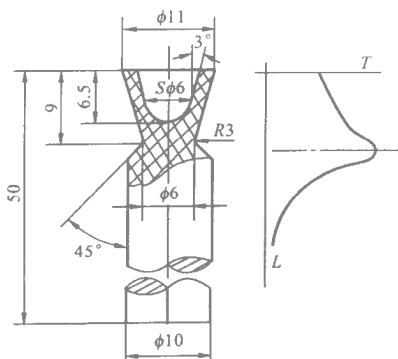

图 1-6 瓶模尺寸与温度分布图
(4) 焊例：①扁铝线规格  $3.2 \times 1.76\text{mm}$ （双根）；瓶模尺寸与温度分布如图 1-6 所示；③工艺参数：焊接功率为  $2.26\text{kVA}$ （电流为  $395 \sim 420\text{A}$ 、电压为  $5.8\text{V}$ ），焊接时间为  $6 \sim 8\text{s}$ ；焊头形状如图 1-7 所示；⑤焊接质量与原导线相比较，抗拉强度大于原导线的  $85\%$ ，电阻偏差与  $180^\circ$  弯曲均与原材料相近。